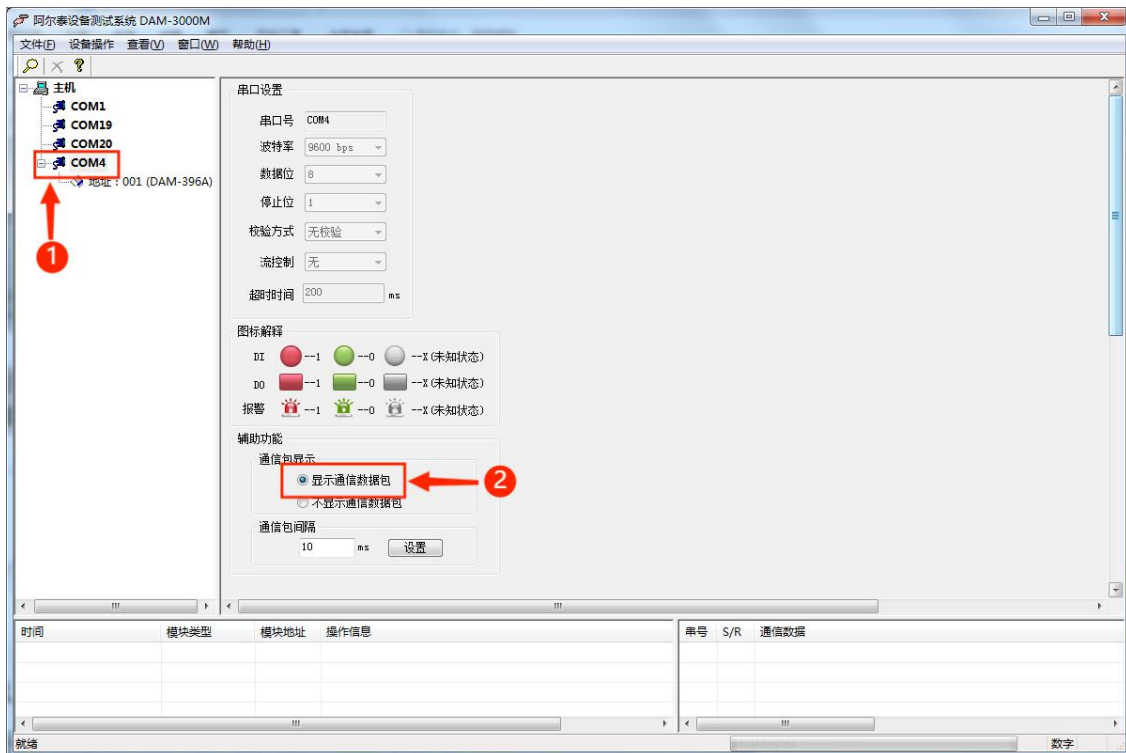
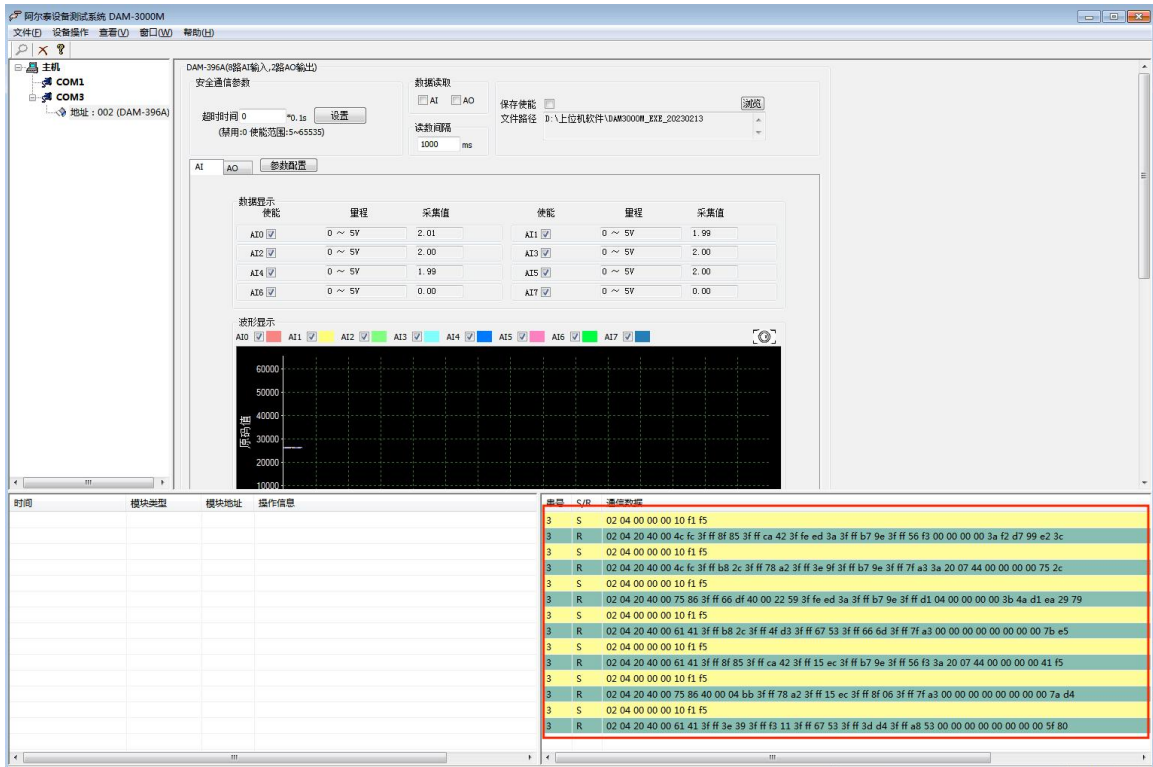

图 26
图 27
2) 查看通讯包设置：点击图 26-①进入参数界面，点击图 26-②，后可对进入主界面可对通讯包进行查看，效果如图 27。